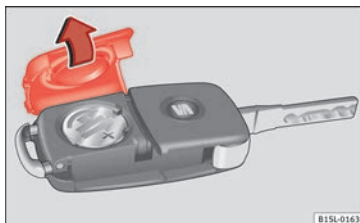

Abb. 127 Fahrzeugschlüssel: Deckel für Batteriefach.
Die Batterie befindet sich auf der Rückseite des Fahrzeugschlüssels unter einer Abdeckung **» Abb. 127**.
- Abdeckung auf der Rückseite des Fahrzeugschlüssels » **Abb. 127** in Pfeilrichtung abnehmen » ❶.
- Abdeckung wie gezeigt ansetzen » **Abb. 127** und entgegen der Pfeilrichtung auf das Fahrzeugschlüsselgehäuse drücken bis sie einrastet.
❶ VORSICHT